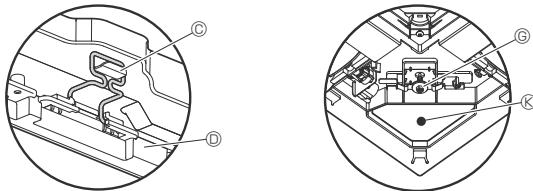

Fig. 9-7
- Når skruen er spændt, skal det kontrolleres, at de to gitterkroge (Fig. 9-7) har fat i krogene på hovedenheden.